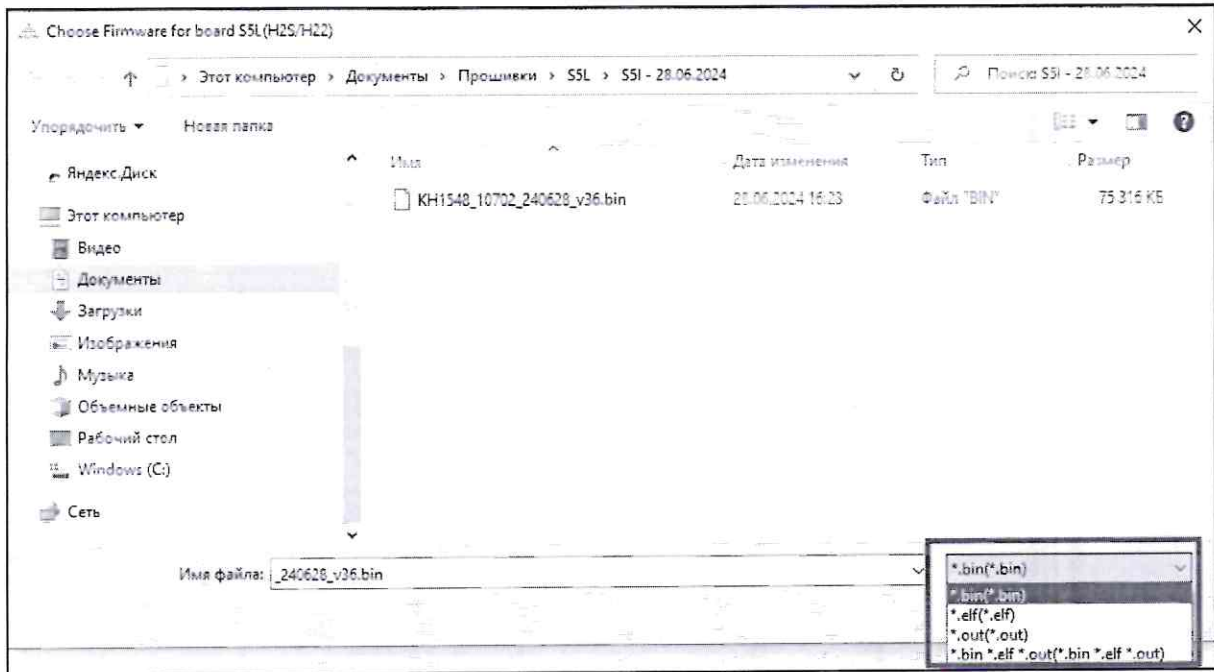

Рисунок 4 - Выбор файла прошивки
2.3.2 В открывшемся окне укажите путь до файла прошивки «*.bin» или «*.elf». В правом нижнем углу укажите расширение файла – рисунок 4.